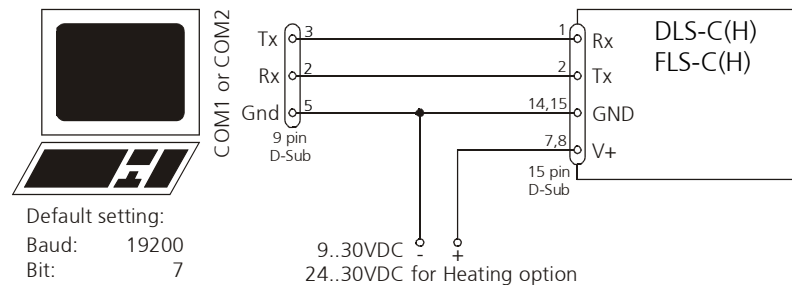

Bild 2 Verbindung für DLS-C(H)/FLS-C(H) Konfiguration
Um das DLS-C(H)/FLS-C(H) zu konfigurieren, muss das Modul unter Strom und mit einem PC verbunden sein. Bild 2 zeigt die notwendigen Verbindungen. Auf dem PC kann ein beliebiges Terminal- Programm benutzt werden um mit dem Modul zu kommunizieren. Zudem kann auf ein gratis Konfigurationsprogramm zugegriffen werden. Dieses ist auf folgender Webseite erhältlich: www.dimetix.com.